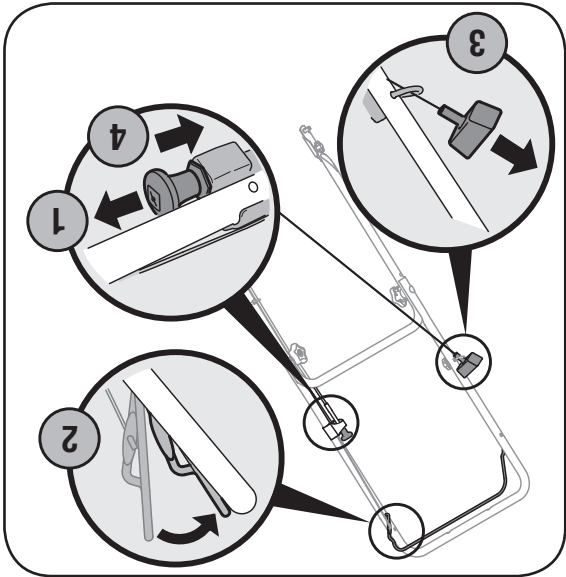

Figure 9-3 Mise en marche de la tondeuse (Votre tondeuse peut être différente de l'illustration.)
1. Enlevez le capuchon de remplissage de l'huile et essuyez la jauge à huile. Voir la Figure 9-3.
- Si le niveau d'huile est bas, ajoutez lentement de l'huile jusqu'à la limite supérieure sur la jauge. Voir la Figure 9-3.